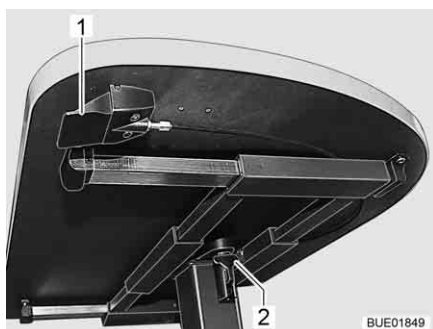

Fig. 100 Ajuste de la mesa elevadora
- Plegar hacia abajo la palanca de bloqueo (Fig. 100,2).
- Empujar la palanca (Fig. 100,1) debajo del tablero de la mesa hacia arriba. El mecanismo de elevación en la pata de mesa se desbloquea.
- Empujar la palanca (Fig. 100,1) debajo del tablero de la mesa hacia arriba. El tablero de la mesa se desplaza automáticamente hacia arriba hasta el tope final.